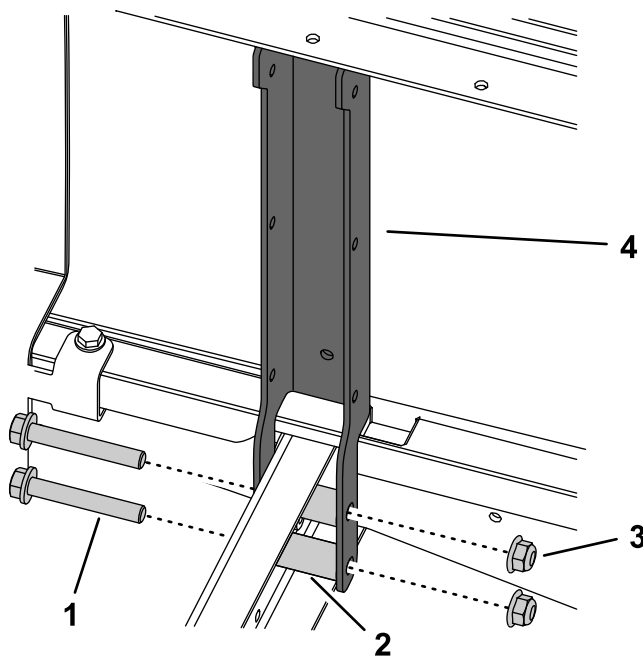

Figura 5
6. Retire los 2 pernos (3/8" x 2 1/2"), las 2 tuercas (3/8"), y los 2 espaciadores de los dos soportes del asiento trasero (Figura 5). Retire los soportes.